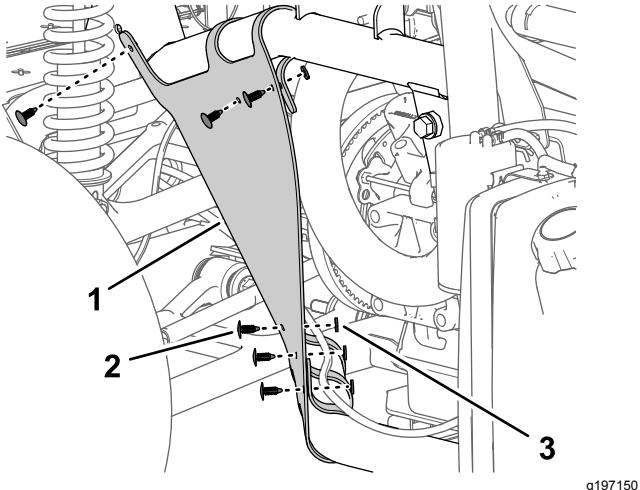

Figura 10
4. Rimuovete i 6 dispositivi di fissaggio a spinta e 5 rondelle (9/16" x 1/2") che fissano la copertura del parafango interno al telaio della macchina (Figura 10).